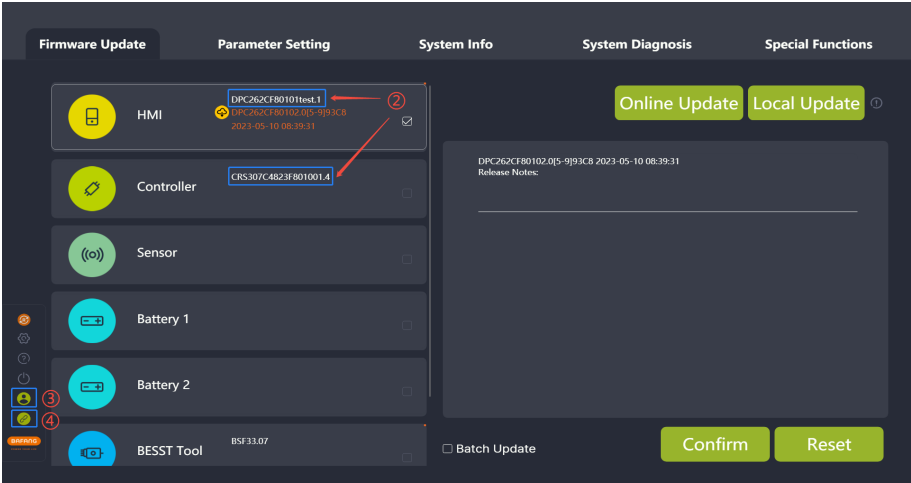

图 3-2 部件检测
2. 同时进行全局读取，读取各个部件信息，然后显示已连接部件信息至固件升级、系统信息及系统诊断模块（如图 3-2）；